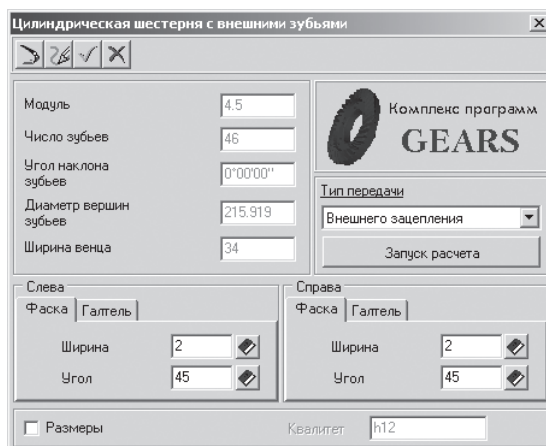

Рис. 3.19. Начальное окно системы **Цилиндрическая шестерня с внешними зубьями** с результатами расчета
- выберите в диалоговом окне **Выбор объекта построения** нужный объект построения, в нашем примере **Колесо $Z = 46$** , а затем щелкните по кнопке **ОК**. Основные параметры выбранного зубчатого колеса будут показаны в качестве справочных данных в левой верхней части окна системы **Цилиндрическая шестерня с внешними зубьями**, см. рис. 3.19;